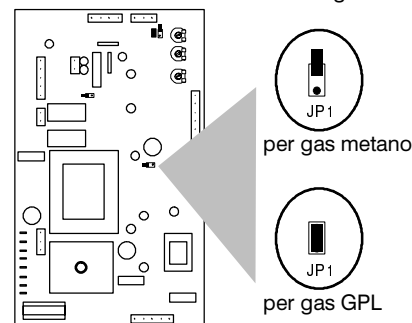

fig. 6.3
- 9 Inserire il ponticello "JP1" (fig. 6.3) per il gas Butano e Propano, toglierlo per il gas Metano dai i due contatti della scheda di regolazione.